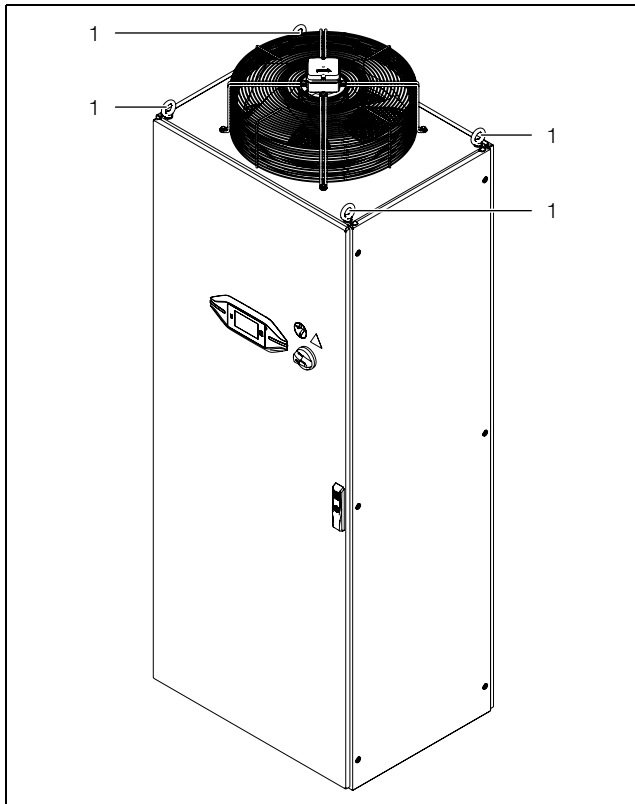

Fig. 6 : transport
- à l'aide des anneaux de transport prévus à cet effet (fig. 6, pos. 1).